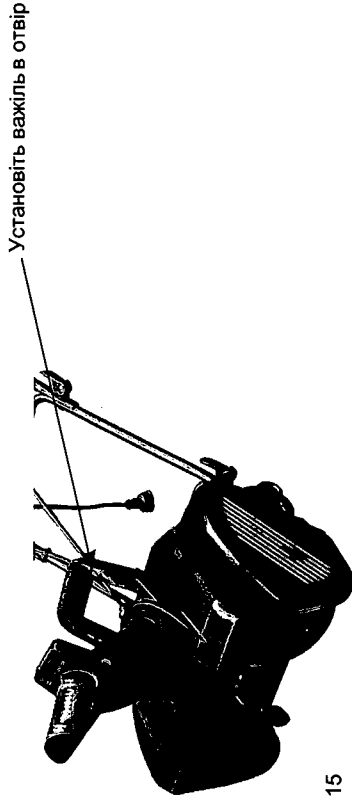

Рис. 15
5. Установіть нижню частину важеля керування поворотами жолоба (важіля зміни напрямку викидання снігу) в отвір для цього важеля (рис. 15).